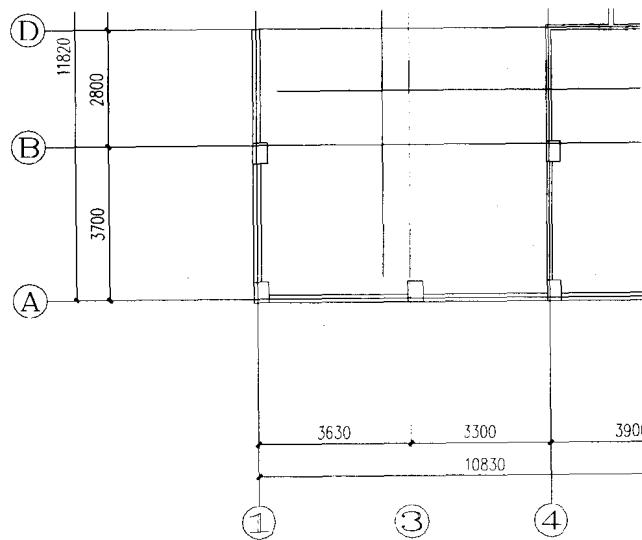

图 1-10 B 轴柱子示例
- (3) 使用工具菜单下的自由复制命令生成(1,B)、(4,B)上的2个柱子。选取(1,A)、(4,A)上的两个柱子，复制后，向上移动3350，即生成如图1-10所示的B轴上柱子[注意：可以将B轴向上偏移（Offset）60作为辅助线，用以对齐(1,B)、(4,B)柱的柱位，移动柱子使上边对齐辅助线，确认后应删除辅助线]。